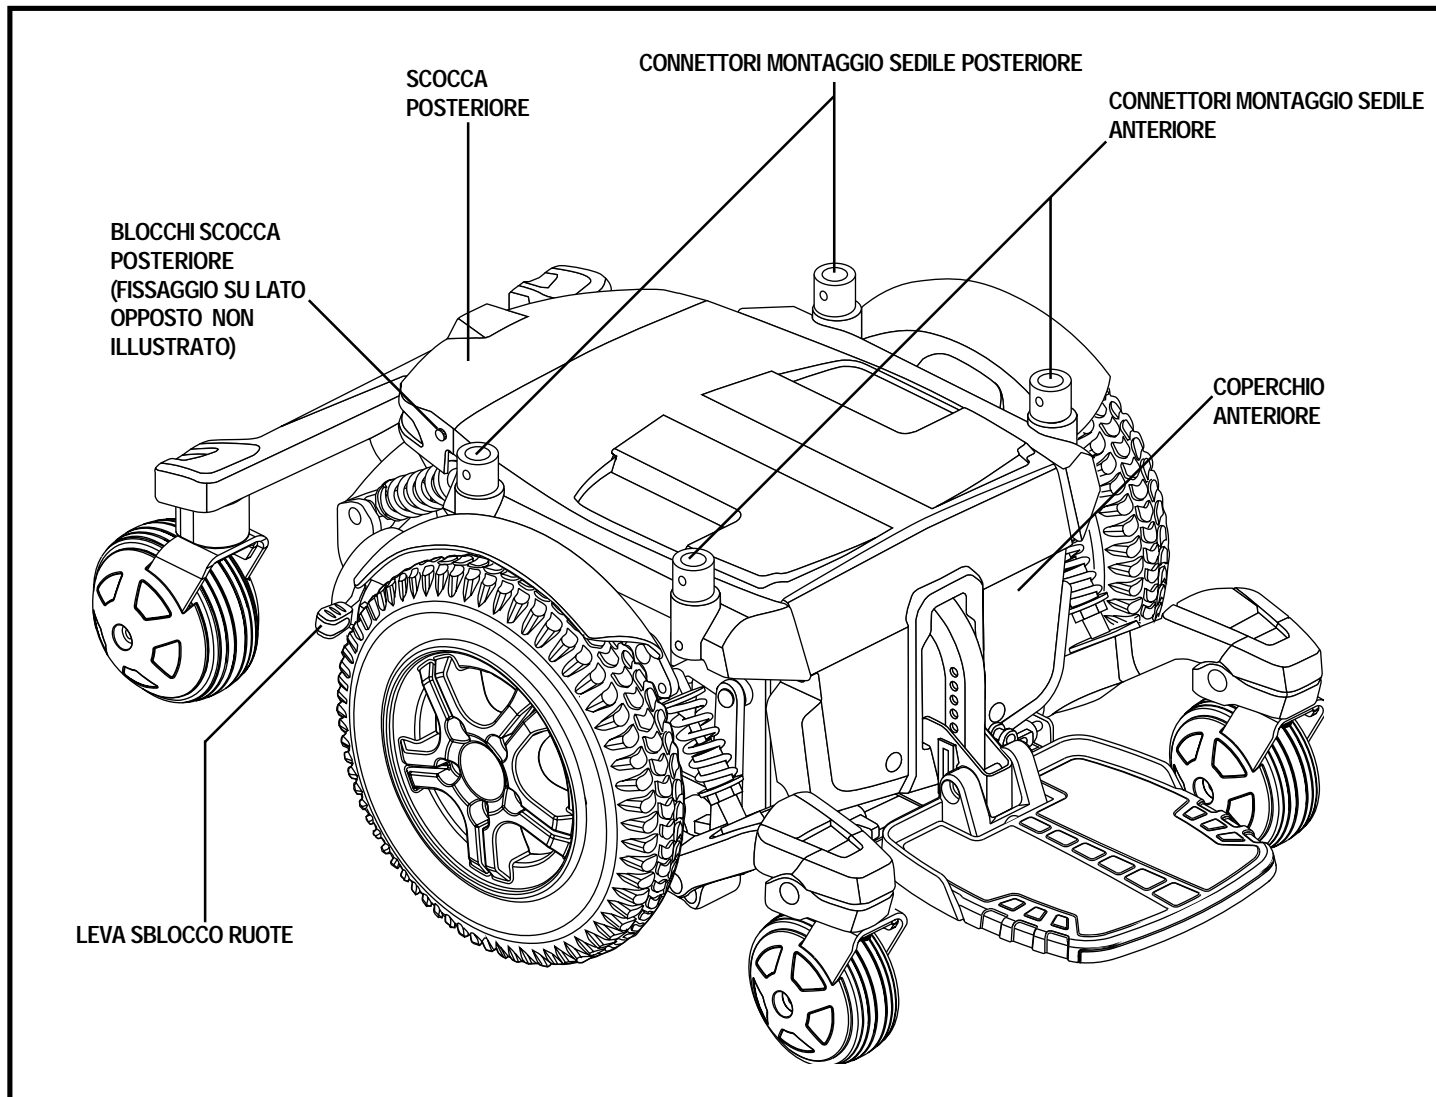

Figura 6. La base di alimentazione della Quantum 6000
5. Ruotare i blocchi scocca posteriore di un quarto di giro in qualsiasi direzione e rimuovere la scocca posteriore. Vedere figura 6.
7. Reinstallare la scocca posteriore. Ruotare i blocchi della scocca posteriore di un quarto di giro in qualsiasi direzione. Vedere figura 6.
2. Ruotare i blocchi scocca posteriore e rimuovere la copertura della scocca. Vedere figura 6.